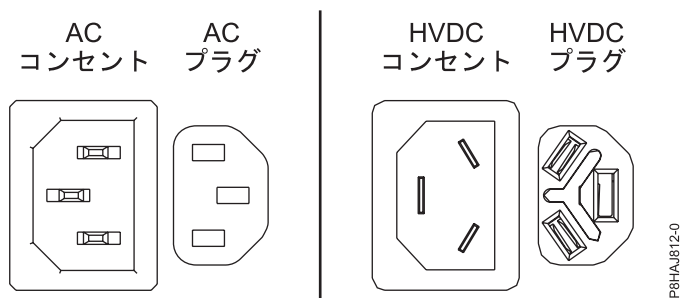
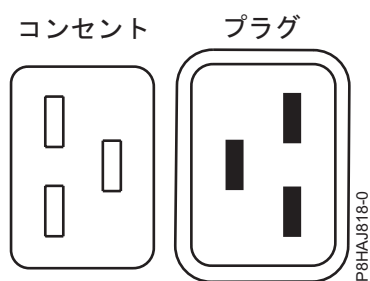
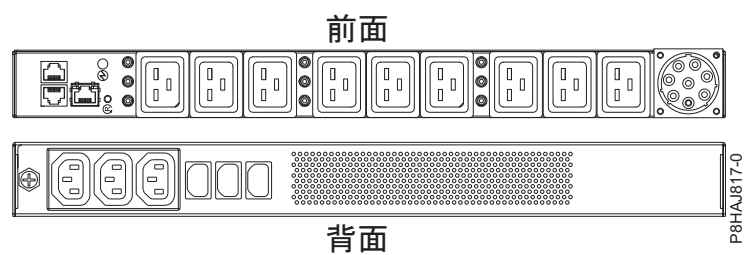

図 25. AC コネクターと HVDC コネクター
図 26. 8408-44E システムのコネクター
図 27. 8408-44E システムの PDU
45 ページの図 25 は、サポート対象の交流 (AC) コネクターおよび高電圧直流 (HVDC) コネクターを示しています。45 ページの図 26 および 45 ページの図 27 は、8408-44E のサポート対象のコネクターおよび電力配分装置 (PDU) を示しています。